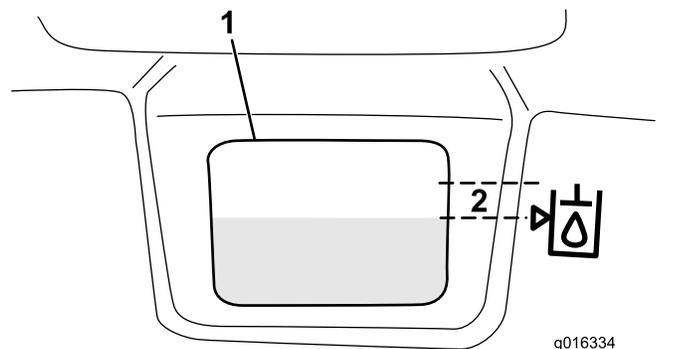

Рисунок 33
3. Медленно заливайте в бак соответствующую гидравлическую жидкость, пока ее уровень не будет находиться напротив стрелки (или в пределах расстояния 6 мм от нее) указателя, расположенного рядом с белым окном на передней стороне бака (Рисунок 33). Не допускайте переполнения.